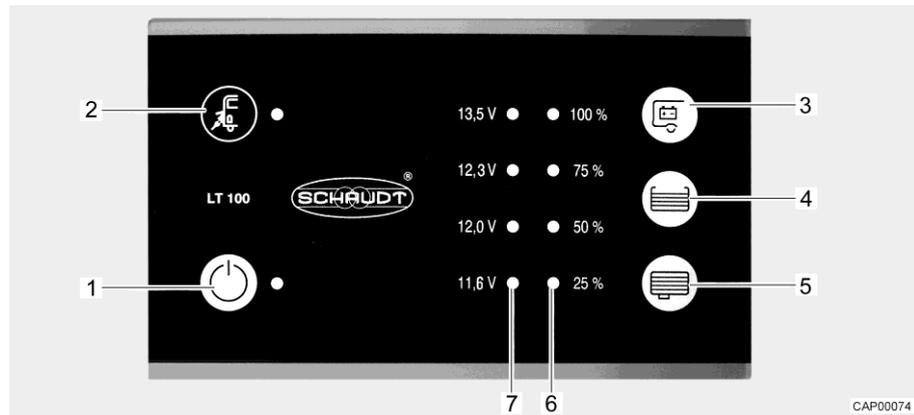

Fig. 46 Pannello di controllo (LT 100)
Il LED giallo accanto al simbolo del collegamento a rete "⚡" (Fig. 46,2) si accende, quando il veicolo è collegato a un'alimentazione di rete esterna. Il LED si accende anche se il pannello di controllo è spento.
L'interruttore principale a 12 V (Fig. 46,1) inserisce o disinserisce il pannello di controllo e l'alimentazione a 12 V dell'abitacolo.
- Premere l'interruttore "⏻" (Fig. 46,1): L'alimentazione a 12 V dell'abitacolo è inserita. Il LED diventa verde.
- Premere di nuovo l'interruttore "⏻" (Fig. 46,1): L'alimentazione a 12 V dell'abitacolo è disinserita. Il LED si spegne.
La scala LED (Fig. 46,7) indica la tensione della batteria dell'abitacolo nel modo seguente:
- Premere il tasto "Eis" (Fig. 46,3): Viene indicata la tensione della batteria dell'abitacolo.
La scala LED (Fig. 46,6) indica il livello del serbatoio dell'acqua potabile o del serbatoio delle acque grigie.
Indicazione livello: Premere il tasto "☰" (Fig. 46,4): Il livello di riempimento del serbatoio dell'acqua potabile è indicato dai LED accesi.
Premere il tasto "☷" (Fig. 46,5): Il livello di riempimento del serbatoio delle acque grigie è indicato dai LED accesi.